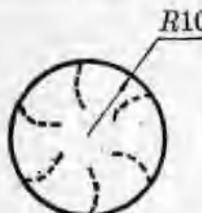
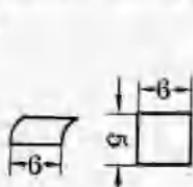
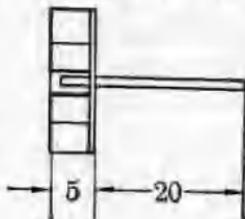

图 1
图 2
图 3
1. 制叶轮 i. 在马口铁皮上画一半径为 10 毫米的圆，并照图 1 把圆画成六等分。这些等分线就是装轮叶的位置。
iii. 剪取 5×6 (毫米)² 马口铁皮六小块，照图2的样子弯成瓦片状，作为轮叶，然后把六片轮叶按图 1 圆片中虚线所示的位置，一一焊牢。轮叶也必须与圆片垂直。叶轮做好后，就象图 3 的样子。